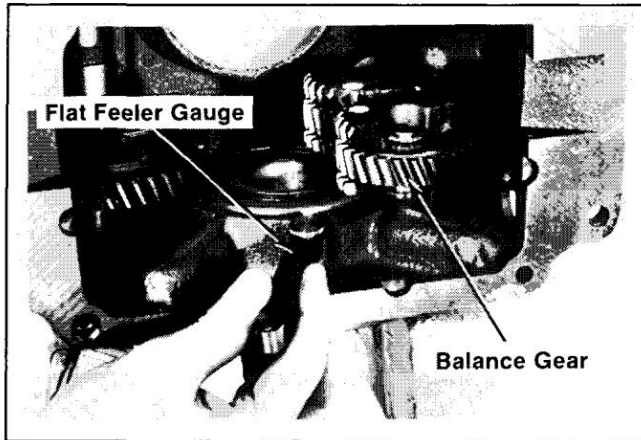

Figure 12-10. Mesure du jeu final du balancier.
2. Vérifiez le jeu axial avec une jauge d'épaisseur plate. Reportez-vous à la Figure 12-10. Le jeu final recommandé est de 0,002"/0,010". Si le jeu final n'est pas à portée, installez ou retirez les entretoises de 0,005" et 0,010", si nécessaire.